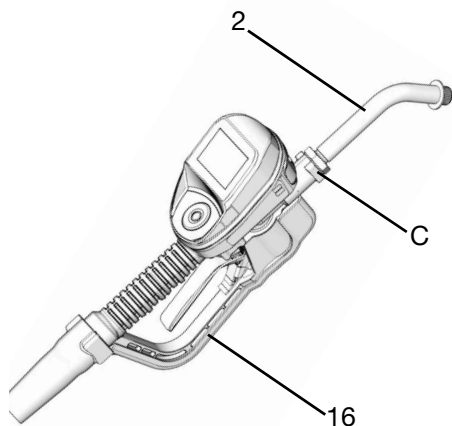

FIG. 7
1. Régler la position de l'écrou (C) sur la rallonge (2) de façon à pouvoir utiliser l'engagement fileté maximum de la rallonge (2) (FIG. 7).
2. Visser la rallonge (2) dans le boîtier jusqu'à ce qu'elle dépasse (FIG. 7).
3. Aligner la rallonge (2) sur le boîtier de la vanne de distribution dosée et la poignée (16) (FIG. 7).
4. Serrer l'écrou (C) à bloc (FIG. 7).